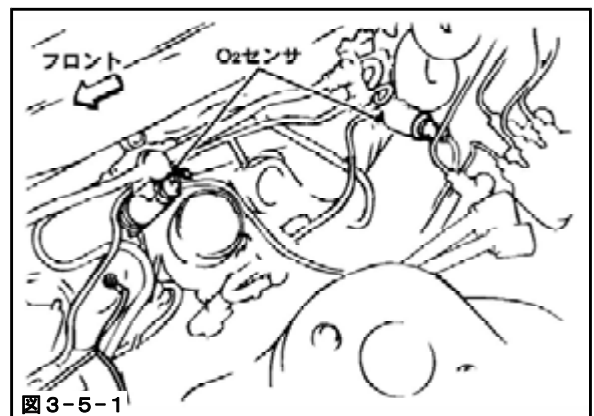

図3-5-1
(1) O₂センサをF, Rのエクステンションに取付けてください。(図3-5-1)